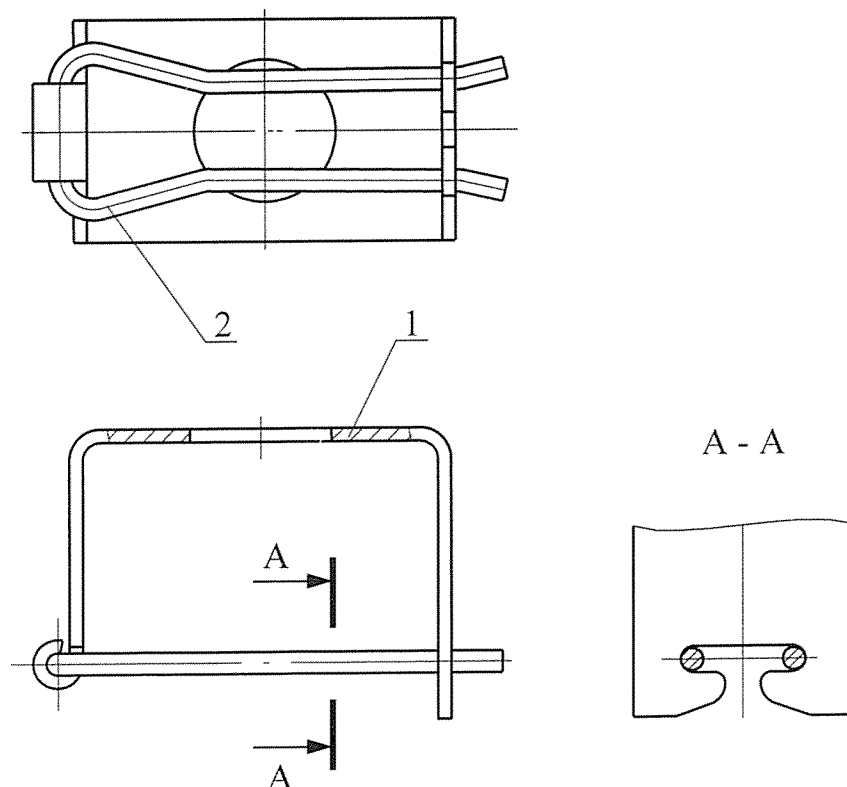

Рис.1. Предохранитель валика подвески тормозного башмака в рабочем состоянии.
1.2 Предохранитель представляет собой неразъемный узел состоящий из двух деталей (см. рис.1): скобы **1** и фиксатора **2**. Скоба П-образной формы имеет в средней части отверстие. На одной из полок скобы имеется пет-